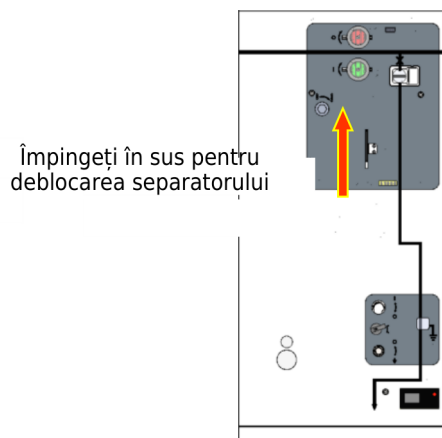

Figura 25
2) Împingeți obturatorul de interblocare în sus, până la poziția limită superioară (figura 25).